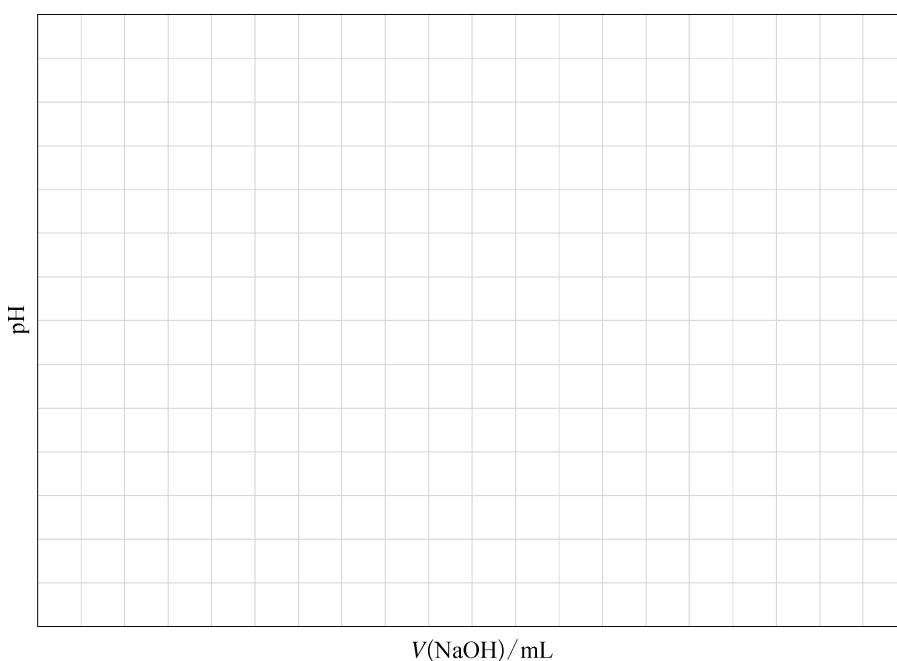

图 3.1 溶液 pH 随 NaOH 溶液体积变化的曲线
2. 向 20.00 mL 0.100 0 mol·L⁻¹ 盐酸中逐滴加入 0.100 0 mol·L⁻¹ NaOH 溶液, 溶液的 pH 与滴入 NaOH 溶液体积的实验数据如下表所示。请在图 3.1 中画出溶液 pH 随 NaOH 溶液体积变化的曲线并描述 pH 变化的特点。